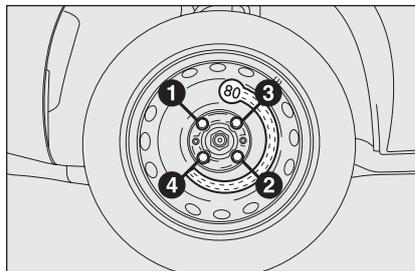

fig. 15
- mediante l'utilizzo della chiave in dotazione, serrare a fondo i bulloni secondo l'ordine numerico illustrato in fig. 15.
- ❑ mediante l'utilizzo della chiave in dotazione, serrare a fondo i bulloni secondo l'ordine rappresentato in **fig. 15** per il ruotino di scorta;